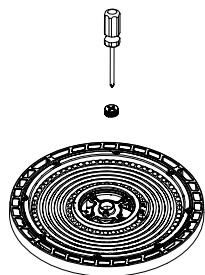

Figure 10
1. Préparez le réceptacle : retirez la débouchure de 12,7 mm (1/2 po) à l'aide d'un tournevis. (Voir la figure 10)